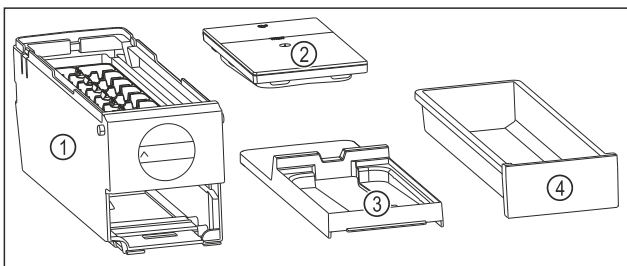

Fig. 185 Componente ale EasyTwist-Ice
- ▷ EasyTwist-Ice este dezasamblat în patru piese. (vezi Fig. 185)
- ▶ Dezamblați EasyTwist-Ice numai în componentele ilustrate. (vezi Fig. 185)
- ▶ Curățați corpul EasyTwist-Ice Fig. 185 (1) ca un întreg.